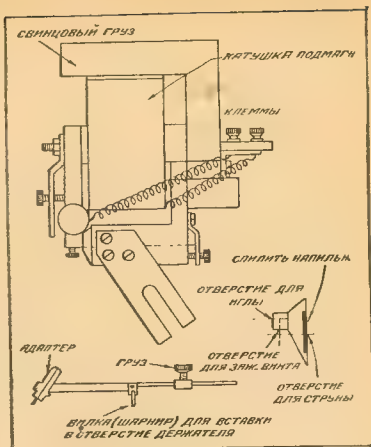

Рис. 5. Рекордер
1. Перемещена катушка подмагничивания, как показано на рис. 5, вследствие чего достигается более сильное намагничивание полюсных наконечников и уменьшаются искажения. Кроме того значительно удобнее намагничивать катушку значительно удобнее и уже намотанной ставить ее на место.
спинкой, а только двумя точками (рис. 5). Перед тем как пропустить струну через отверстие в якорь, нужно обязательно завязать на ней узелок, чтобы от сильной натяжки струна не вырвалась. Отверстие в якорь, через которое проходит струна, нужно раззенковать, чтобы утопить узелок.
В своем аппарате я использовал адаптер завода «Радиост». Из этого адаптера удален винт для зажима иглы и смягчена резина якоря, чтобы якорь свободно колебался, но не прилипал к наконечникам. Адаптер следует сбалансировать грузом, как показано на рис. 5.